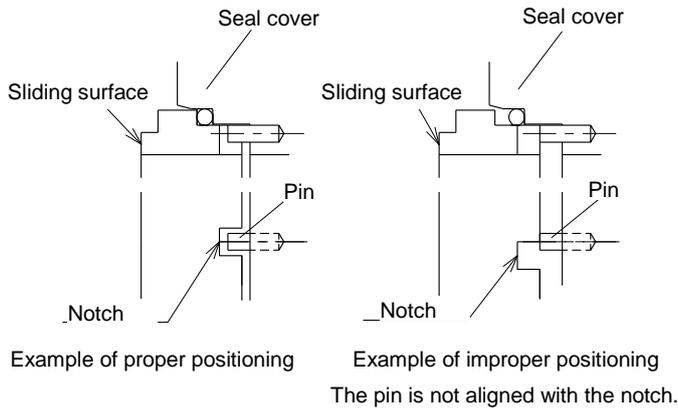

Fig 5.6-2 Relative positions of pin and notch
- (1) Masukkan O-ring (4120.1) di dudukan (4750), dan masukkan kursi ke dalam penutup segel (4710).
- a) Berhati-hatilah dengan posisi dudukan kursi yang bergoyang-cekukan (notch) dan pin (5600). (See Fig 5.6-2)